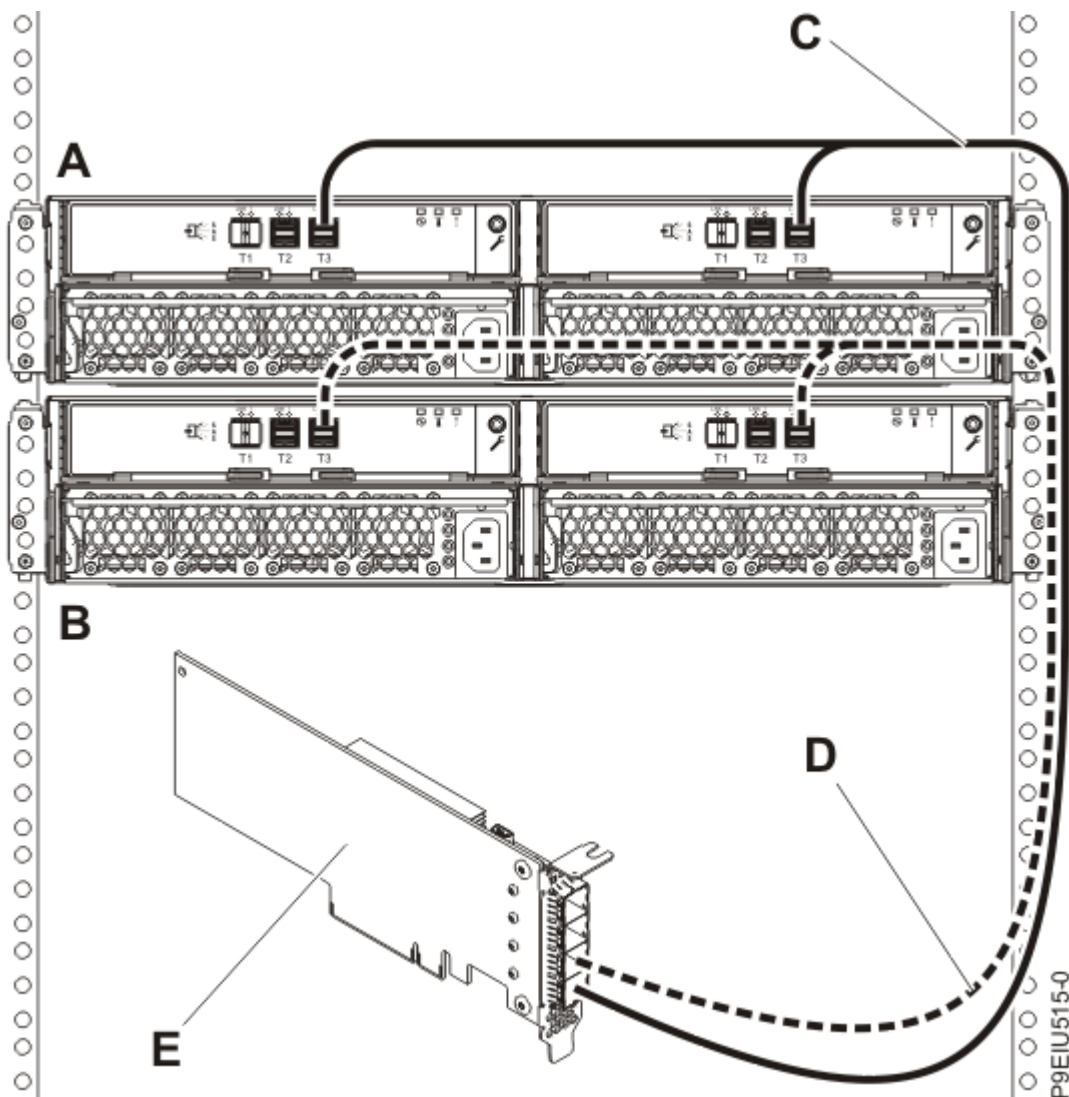

Figure 14 : Connexion de mode 1 de deux armoires de stockage ESLL ou ESLS via des câbles YO12 à un adaptateur SAS FC EJ0J, FC EJ0K ou FC EJ0M unique
14. Effectuez ensuite une connexion de mode 1 de deux boîtiers (**A et B**) via des câbles YO12 (**C et D**) à un adaptateur SAS FC EJ0J, FC EJ0K ou FC EJ0M unique (**E**), comme illustré à la Figure 14, à la page 20, puis passez à la section «Connexion des câbles et des cordons d'alimentation et installation des capots», à la page 30.